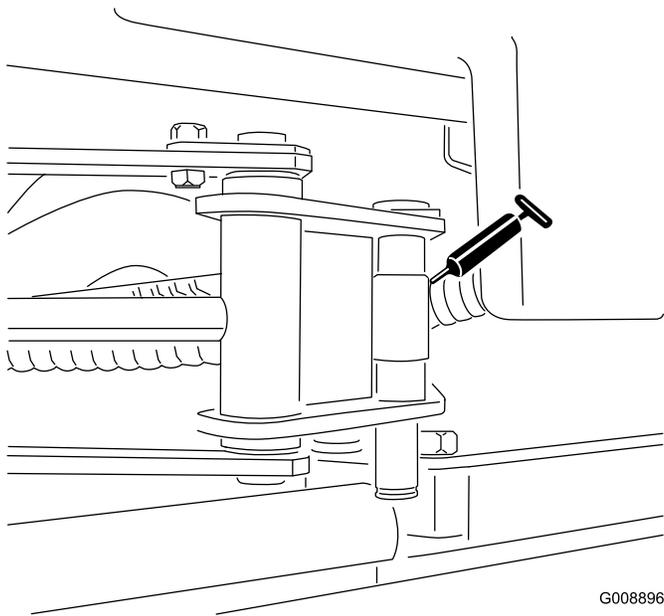

図 52
- サイドワインダーのシリンダ端部2ヶ所モデル03171のみ 図 52